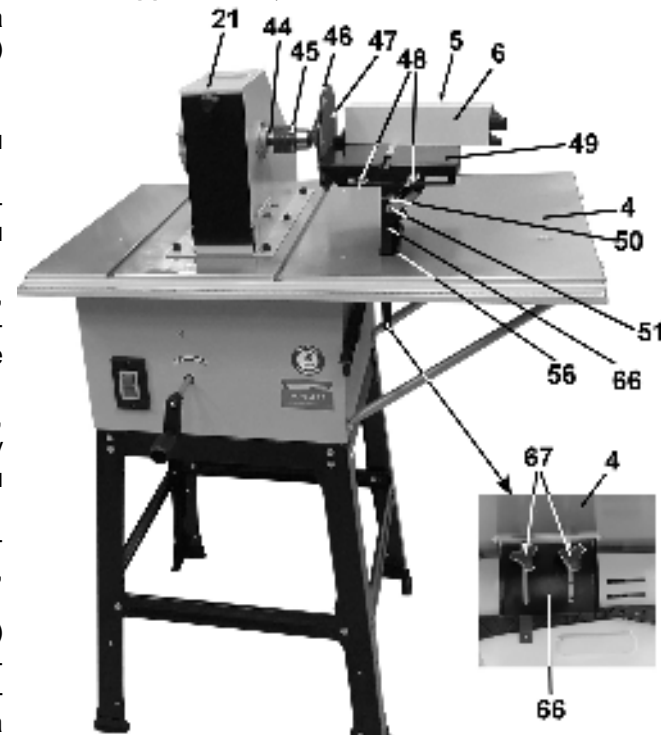

Рис.13
12. УСТАНОВКА ДИСКО-ШЛИФОВАЛЬНОГО ОБОРУДОВАНИЯ, Рис. 13
12.6. Стойку (66) установите в прорезь (56) рабочего стола (4) и, как показано на выноске, Рис.13, закрепите её на пластине снизу рабочего стола (4) двумя винтами (67) в выбранном положении по высоте.